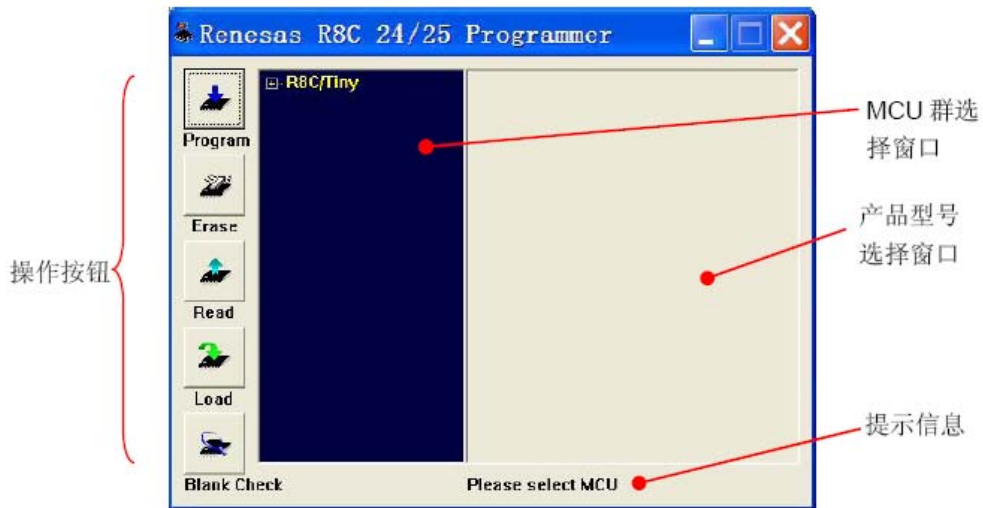

图 2.1 R8C 24/25 编程软件主界面
- 3) 运行“Easy Programmer.exe”，将出现图2.1 所示主界面。